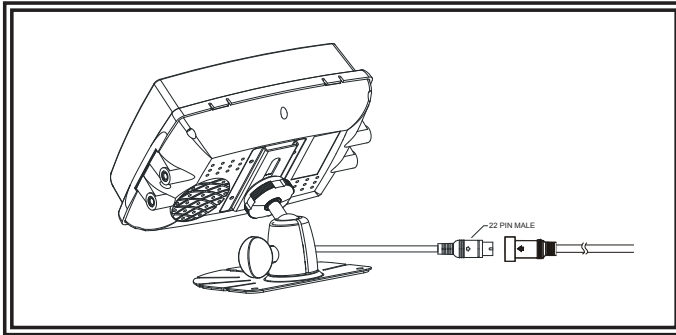

Figura 6
3. Coloque el parasol y conecte el monitor con el cable de conversión AV y suministro de energía (figura 6).